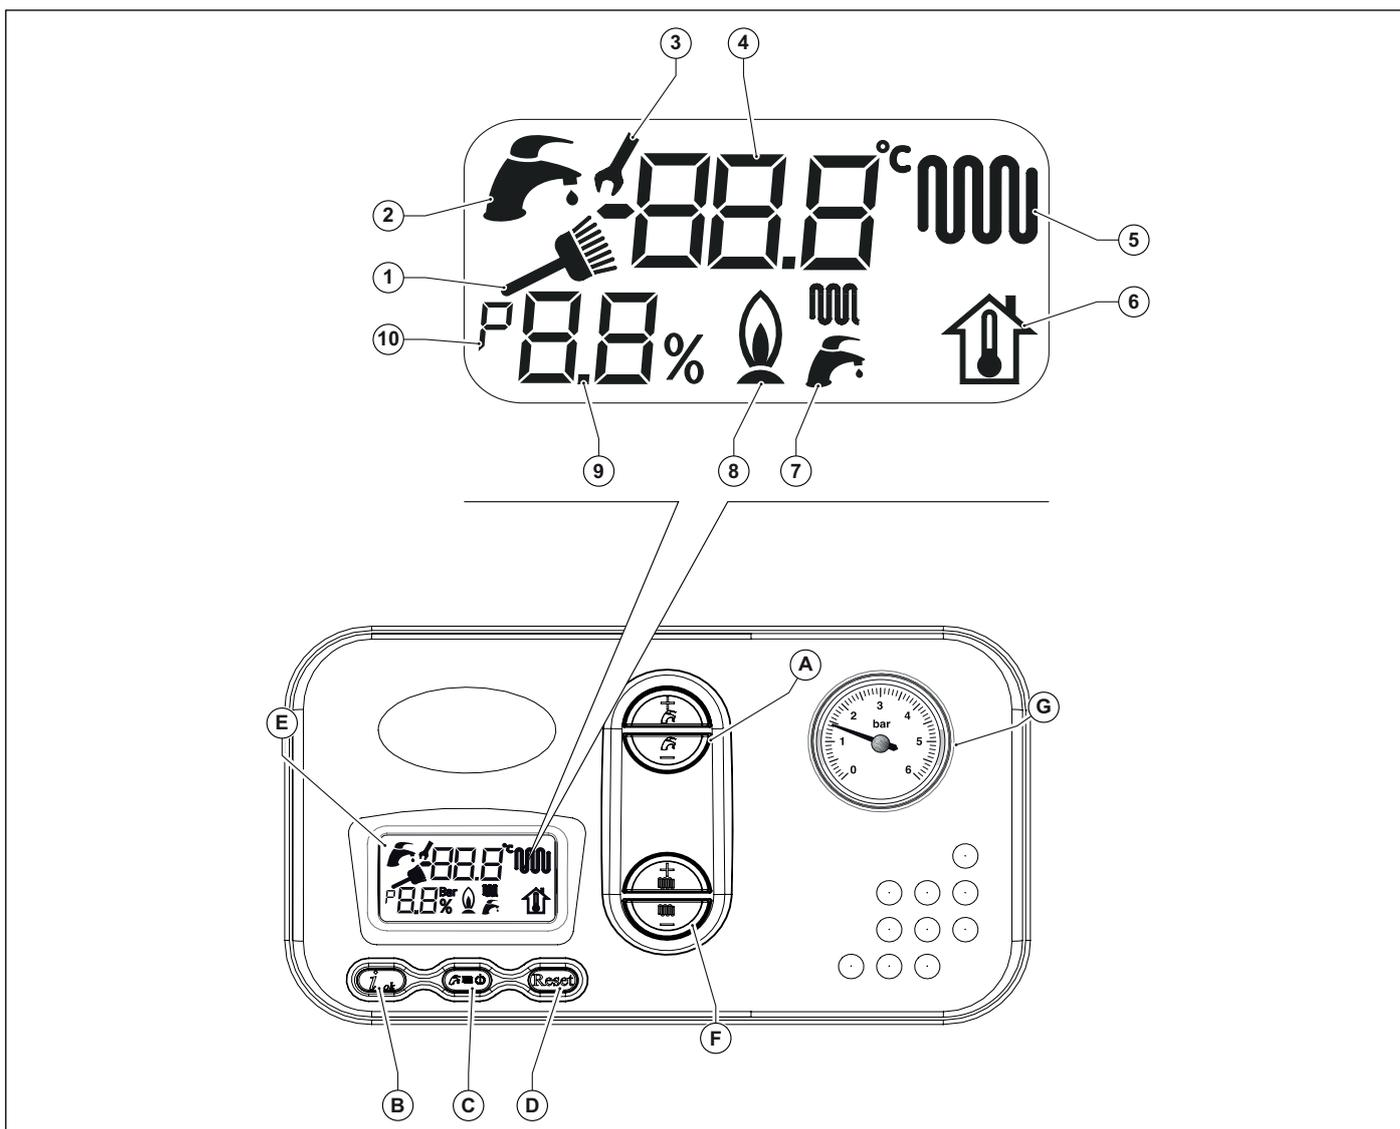

Рис. 1 Панель управления
| Рис. 1 Панель управления .....   | 8  |
- Выбрать режим работы котла: OFF, ЛЕТО, ЗИМА, ТОЛЬКО ОТОПЛЕНИЕ (см. кнопку С в Рис. 1 Панель управления на странице 8).